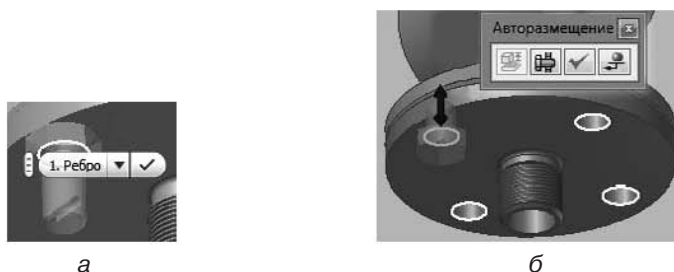
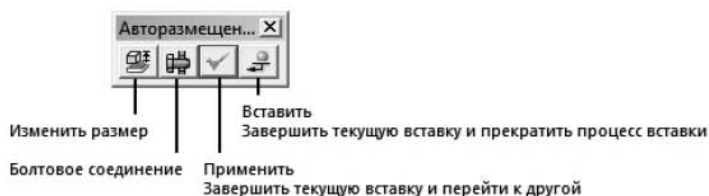

Рис. 9.6. Вставка в сборку библиотечного элемента и расположение его в посадочном отверстии
Рис. 9.7. Контекстная панель Авторазмещение
2. Выберите раздел Крепежные изделия ▶ Болты Виты ▶ С шестигранной головкой ▶ Болт ГОСТ 7798–70. Выделите нужное крепежное изделие и нажмите на кнопку ОК. Подведите курсор к крепежному отверстию. Увидев выделение ребра, щелкните на нем (рис. 9.6, а), нажмите на кнопку панели Авторазмещение — Применить. Завершить текущую вставку и перейти к другой . Другие команды данной панели показаны на рис. 9.7.
- Для изменения параметров (длины болта) на Болт М12×35 ГОСТ 7798–70 щелкните правой кнопкой мыши в браузере на компоненте Болт..., выберите команду Изменить размер... В диалоговом окне выберите нужные размеры, включите параметр Заменить все и нажмите ОК. В результате все болты будут нужного размера (рис. 9.8). Или при вставке наведите курсор на стрелку (см. рис. 9.6, б) и растяните стержень на нужную длину.